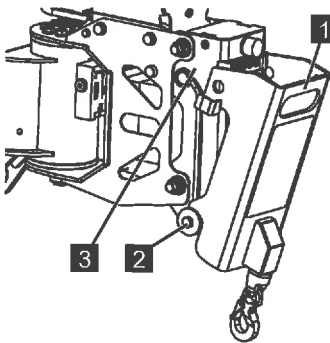

Abb. 162
2. Hebeeinrichtung (Abb.162/1) in die Halterung (Abb.162/2) einsetzen und in die Aufnahme (Abb.162/3) drücken.